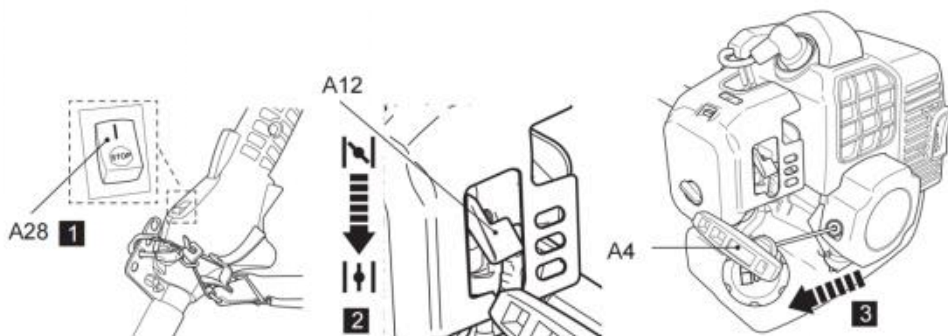

Fig. 40
5. Trek lichtjes aan de hendel van de terugloopstarter (A4) totdat u weerstand voelt en trek er vervolgens snel aan. Herhaal dit totdat de motor start (Fig. 40).